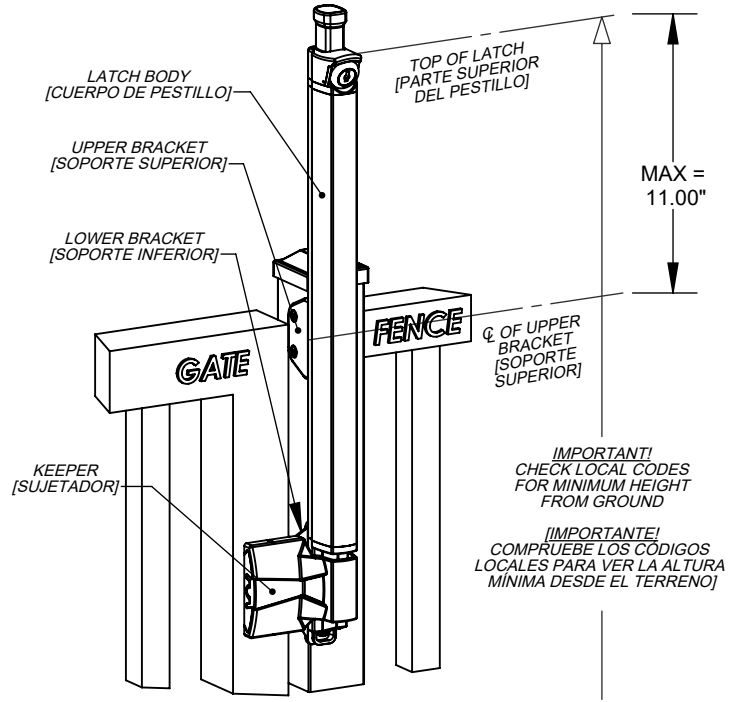

FIG.1
- Slide the Latch Body down over the Upper Bracket (Fig.3). Use a measuring device to locate the Top of the Latch at the PROPER HEIGHT (Fig.1). "REFER TO ALL LOCAL BUILDING CODES"
[Deslice el cuerpo del pestillo hacia abajo sobre el soporte superior (Fig.3). Use un dispositivo de medición para ubicar la parte superior del pestillo a la ALTURA APROPIADA (Fig.1). "CONSULTE TODOS LOS CÓDIGOS DE CONSTRUCCIÓN LOCALES"]